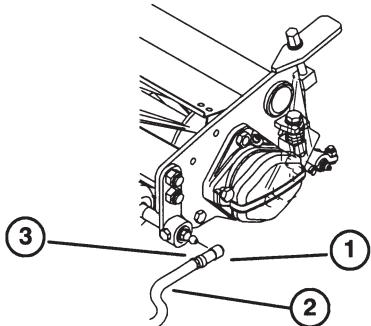

Figure 6
4. Repoussez la gaine sur la rotule et tournez le bras de traction vers le bas pour que la boîte s'adapte sur la sphère. Relâchez la gaine pour qu'elle vienne recouvrir le goujon, ce qui solidarise les ensembles (Fig. 6).
6. Alignez les boîtes des rotules de sorte que le côté ouvert soit centré vers la sphère. Serrez les contre-écrous pour fixer les boîtes en position (Fig. 6).